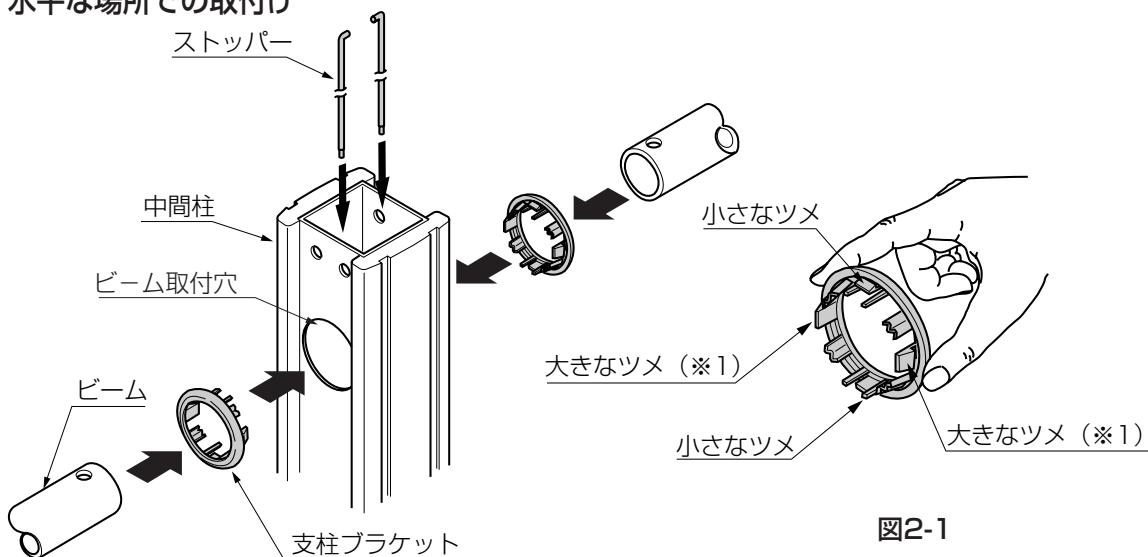

図2-1
- ① 支柱は、ビーム取付穴が通りを向くように、立ててください。
- ② 支柱ブラケットの大きなツメ（※1）が水平になるように、ビーム取付穴にはめ込んでください。（図2-1）
- ③ ビームを支柱ブラケットに差し込み、ストッパーをビームにあいている取付穴に差し込んでください。